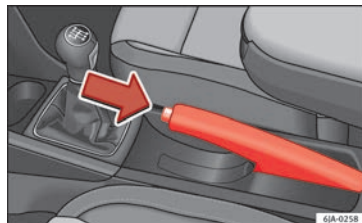

Fig. 175 Consola central: freno de mano.
– Tire ligeramente de la palanca hacia arriba y **al mismo tiempo** presione el botón de desbloqueo » fig. 175.